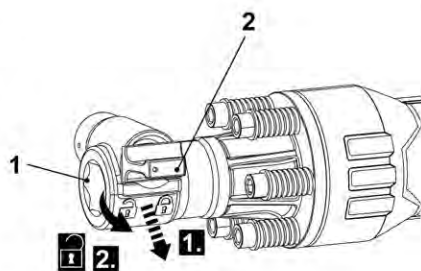

Fig. 1
>Certifique-se de que o Parafuso de bloqueio esteja na posição DESBLOQUEAR. Puxe e gire o parafuso de bloqueio (2) em 180° para desbloquear a entrada do mandril (1), se necessário (Fig. 1).